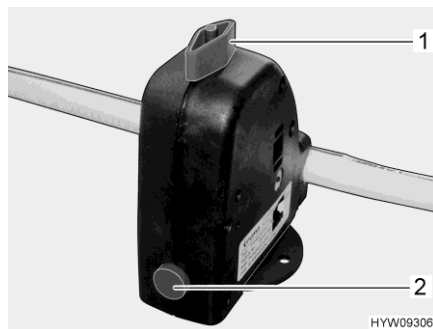

Fig. 114 Valvola di sicurezza/di scarico (boiler)
Il boiler è dotato di una valvola di sicurezza/di scarico (Fig. 114). La valvola di sicurezza/di scarico impedisce che l'acqua congeli nel boiler in presenza di basse temperature esterne, quando il riscaldamento dell'autocaravan non è acceso.
- Chiudere la valvola di sicurezza/di scarico. A tal fine ruotare la manopola (Fig. 114,1) verticalmente rispetto alla valvola di sicurezza/di scarico e premere verso l'interno il bottone automatico (Fig. 114,2).
- Aprire la valvola di sicurezza/di scarico. A tal fine ruotare la manopola (Fig. 114,1) nel senso della lunghezza della valvola di sicurezza/di scarico. Il bottone automatico (Fig. 114,2) scatta all'infuori. Il boiler viene svuotato verso l'esterno tramite la valvola di sicurezza/di scarico.